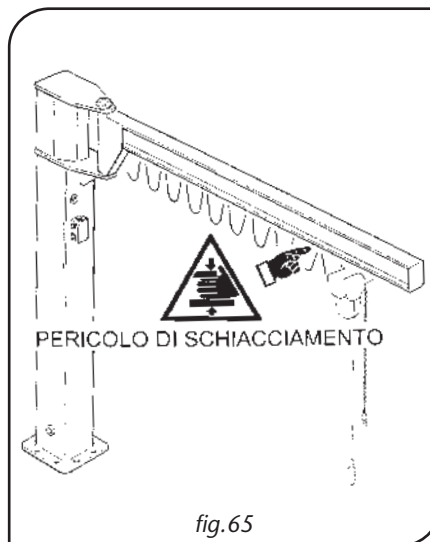

fig.65
- **SEMPRE** verificare che la pista di scorrimento del carrello, sia posta ad una quota che non consenta all'operatore di interferire con la sagoma del paranco/carrello e/o delle sue parti in movimento. Nel caso ciò non fosse possibile provvedere alle sistemazioni di opportuni ripari o di segnaletica posta nella zona a rischio (fig.65).